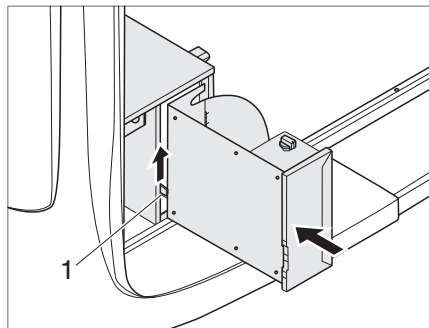

Fig. 79 Insertion du support du réchaud à gaz
- ▶ Déplacer le verrouillage (Fig. 79,1) vers le haut et insérer le support du réchaud à gaz jusqu'à ce que le verrouillage s'enclenche.